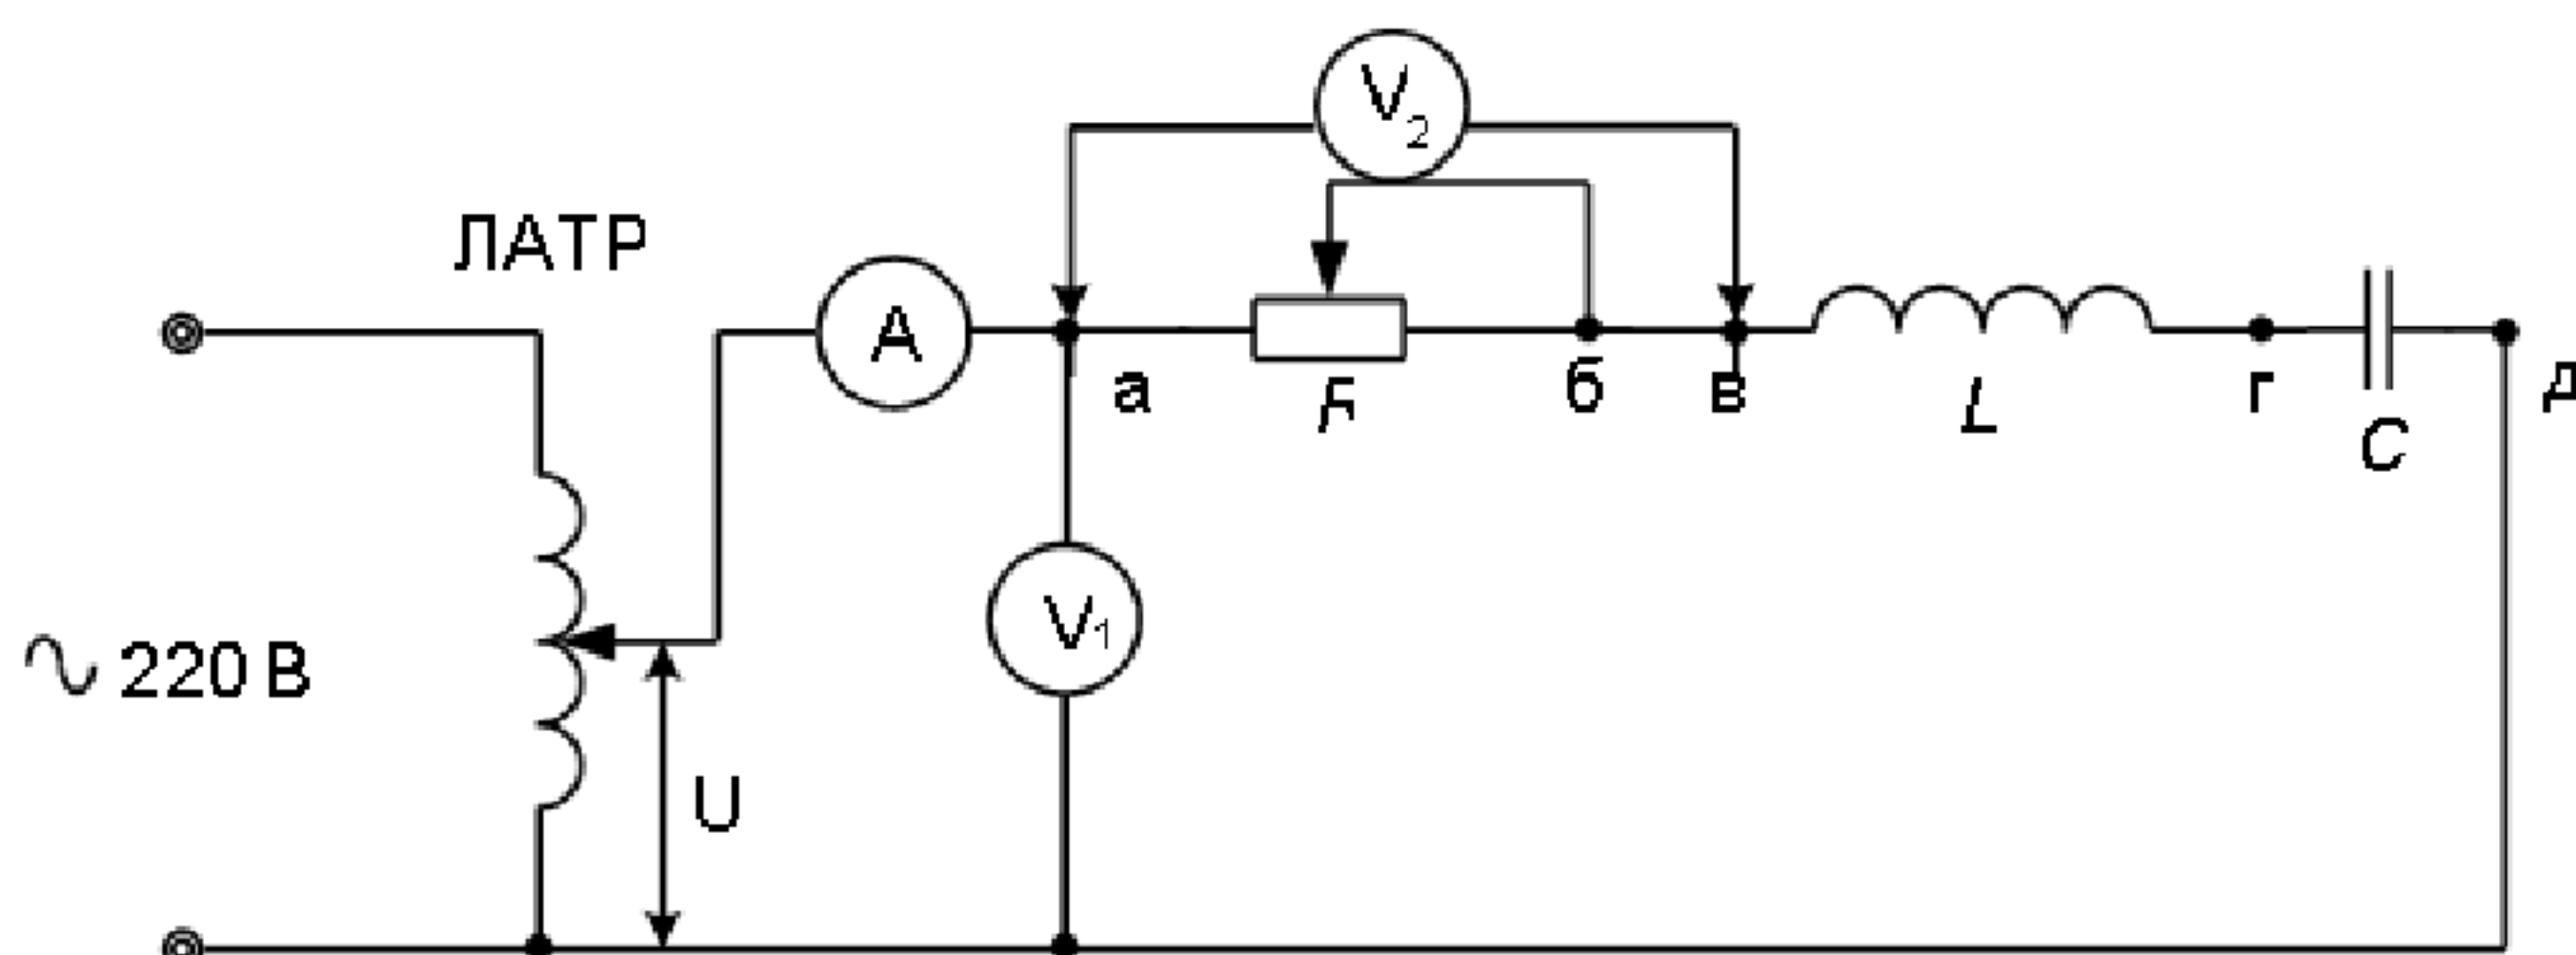

Рисунок 2.10 – Схема с последовательным соединением R , L и C
1. Собрать схему с последовательным соединением R , L и C (рис. 2.10). В качестве активного сопротивления используется регулировочный реостат R , а в качестве емкости C – батарея конденсаторов.